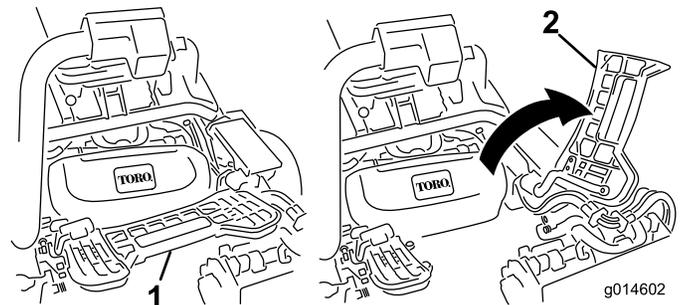

图12
7. 如果安装中间滚刀组，应提起搁脚板向上翻，以便接触到中间滚刀组位置（图12）。